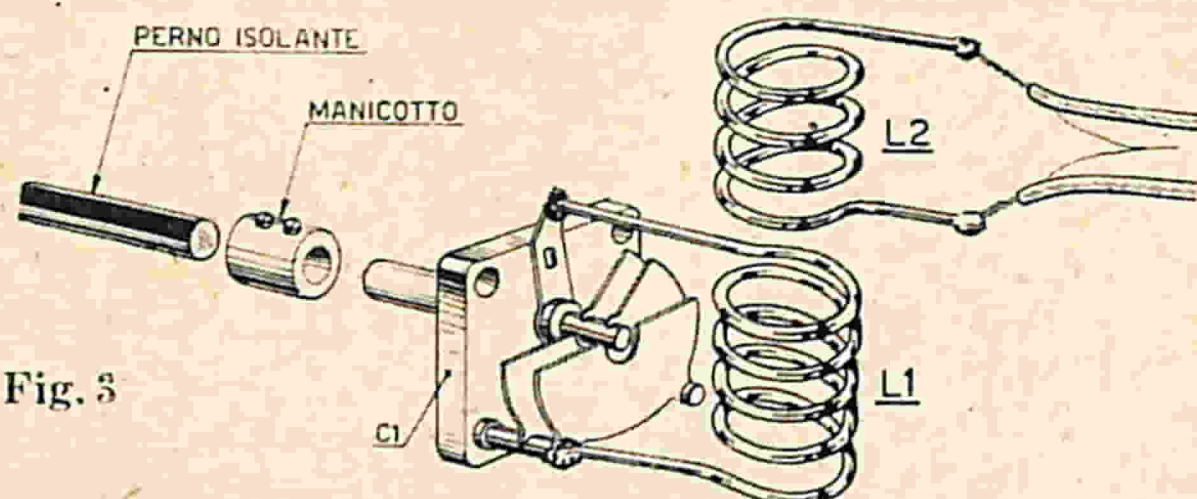

Fig. 3
Raccomandiamo di usare la massima cura nel sistemare il condensatore variabile di sintonia C1 e le bobine di alta frequenza L1-L2. Il condensatore variabile, trovandosi al massimo potenziale positivo rispetto alla massa dovrà essere attentamente isolato (il tipo usato è di quelli con supporto ceramico). Pure il perno dovrà risultare isolato (fig. 3).
Fig. 3 - Per isolare il condensatore variabile C1 dal telaio oltre a completarlo con un perno isolante lo potremo fissare ad una piastra di plastica se il supporto non fosse in ceramica.
6) Con balsa dello spessore di mm. 2, si riveste lateralmente lo scafo, tenendo presente come la parte di prua risulti rivestita (vedi fig. 3) con strisce di balsa della larghezza di circa 7-8 millimetri.